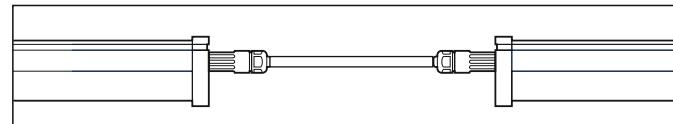

Рис. 1
5.9 Осветительные приборы по умолчанию оснащены сквозной проводкой для подключения в линию (рис. 1), а также герметичными наружными разъемами для быстрого подключения кабеля. Разъемы оснащены заглушками, поддерживающими герметичность. Заглушку перед подключением к разъему необходимо удалить.